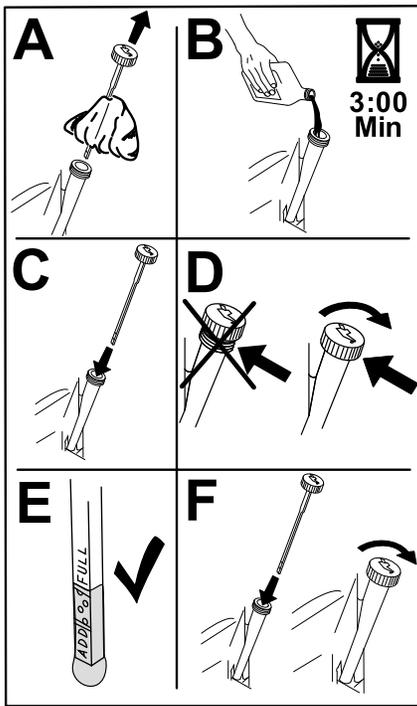

Figura 41
- Vierta lentamente un 80% aproximadamente del aceite especificado por el tubo de llenado, luego añada lentamente el resto del aceite hasta que llegue a la marca de **Lleno** (Figura 41).